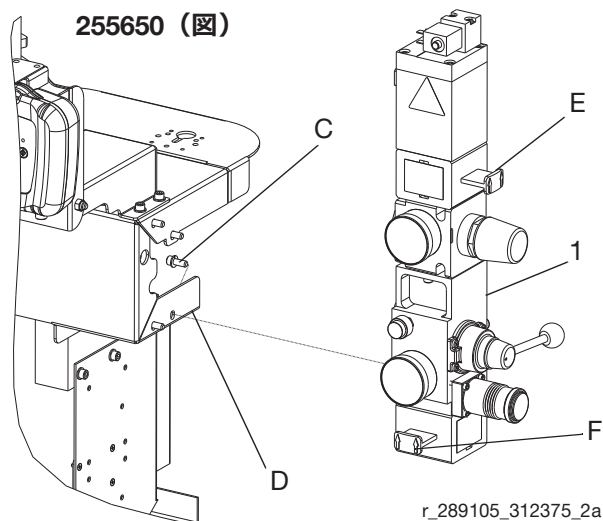

図 2
1. 4 本のネジを使用し、統合エア制御を取り付けブラケットに取り付けます。図 2 を参照してください。